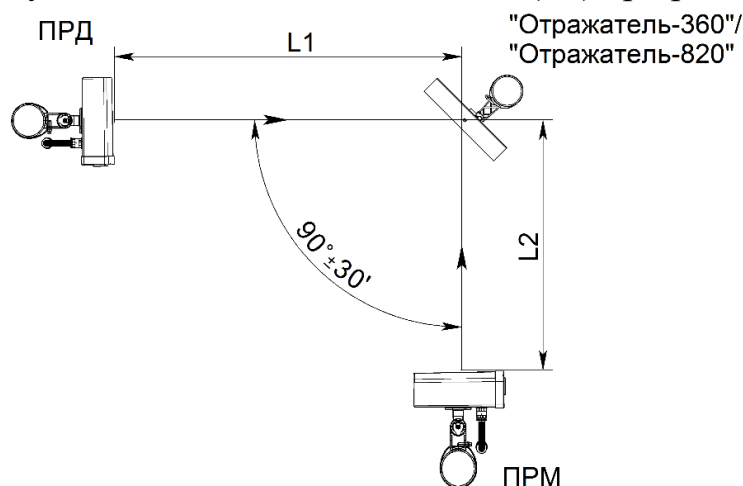

Рисунок 2.14 – Установка извещателей с применением отражателя «Отражатель-360» («Отражатель-820»)
2.3.9.2 При работе извещателей с «Отражателем-360» (см. рисунок 2.14) суммарная длина зоны обнаружения $L1+L2$ (где $L1$ – расстояние между блоком ПРД и отражателем, $L2$ – расстояние между отражателем и блоком ПРМ) не должна превышать: